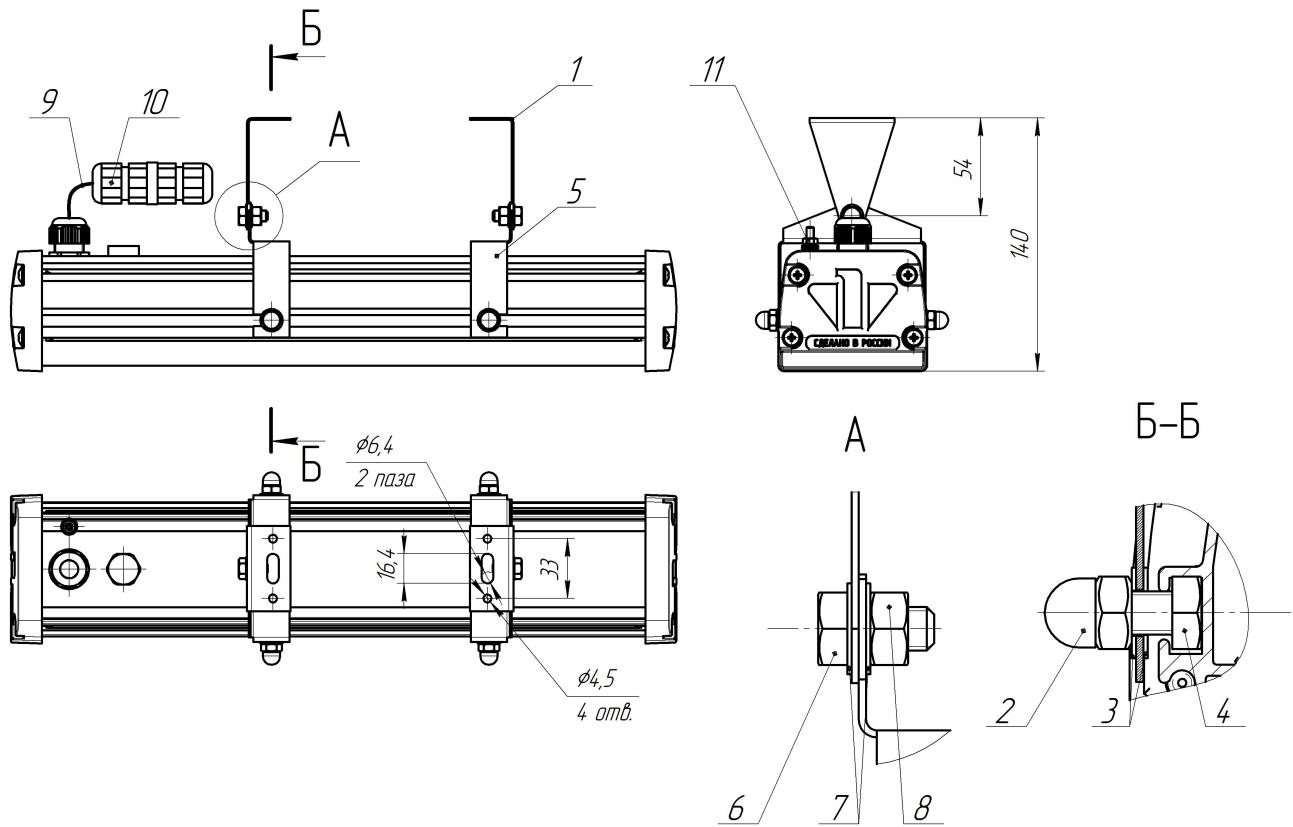
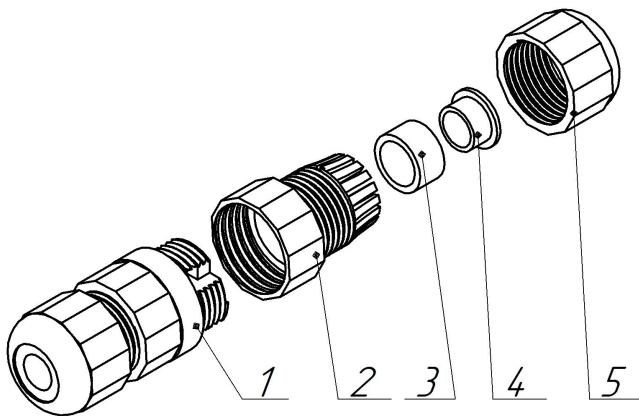

Рисунок 2 – Установка светильника
Рисунок 3 – Устройство гермозъёма
2.2.2.1 Установить уголок (рисунок 2 поз.1) из комплекта монтажных частей на стенку или потолок. Открутить гайки колпачковые (рисунок 2 поз.2), снять по одной шайбе зубчатой (рисунок 2 поз. 3). Установить кронштейн (рисунок 2 поз.5) на крепежные болты (рисунок 2 поз.4) с помощью шайб зубчатых (рисунок 2 поз.3) и гаек колпачковых (рисунок 2 поз. 2), так чтобы кронштейн вместе с болтами можно было свободно перемещать по пазу профиля. Установить кронштейны (рисунок 2 поз.5) в положение, необходимое для соединения с уголком (рисунок 2 поз.1). Затянуть гайки (рисунок 2 поз.2.) с моментом 5,9 Н·м.
2.2.2.2 Соединить уголки (рисунок 2 поз.6) с кронштейном (рисунок 2 поз.5) при помощи болтов (рисунок 2 поз.4), шайб зубчатых (рисунок 2 поз.7), установленных с двух сторон, гаек (рисунок 2 поз.8), выставив необходимый угол светильника. Затянуть гайки (рисунок 2 поз.8) с усилием 5,9 Н·м.
2.2.3.1 Проверьте сетевой кабель (рисунок 2 поз.9) – если внешний гибкий кабель светильника окажется поврежден дальнейший монтаж светильника производить ЗАПРЕЩАЕТСЯ, необходимо обратиться к изготовителю (см. разделы 5 и 6).
2.2.3.2 У гермозъёма (рисунок 2 поз. 10) ослабить свободную от провода зажимную гайку (рисунок 3 поз.5) и открутить крышку коннектора (рисунок 3 поз. 2). Продеть подключаемый кабель через гайку зажимную (рисунок 3 поз.5) и крышку коннектора (рисунок 3 поз. 2).**** Отжать рычаги клемм.
К контактной группе (рисунок 3 поз.1) прикрутить крышку коннектора (рисунок 3 поз. 2). Зажимную гайку (рисунок 3 поз. 5) закрутить до плотного обжатия провода.
***, Примечание: при подключении кабелем диаметром от 9 до 11 мм полностью открутить зажимную гайку (рисунок 3 поз. 5) из крышки коннектора (рисунок 3 поз. 2) извлечь уплотнительное кольцо (рисунок 3 поз. 3), из которого извлечь малое уплотнительное кольцо (рисунок 3 поз. 4). Установить уплотнительное кольцо (рисунок 4 поз. 3) обратно в крышку коннектора (рисунок 3 поз.2). Продеть подключаемый кабель через гайку зажимную (рисунок 3 поз.5) и крышку коннектора (рисунок 3 поз. 2).
2.2.3.3 Подключите провод внешнего заземления к винту (рисунок 2 поз.11), имеющему маркировку « \perp ».